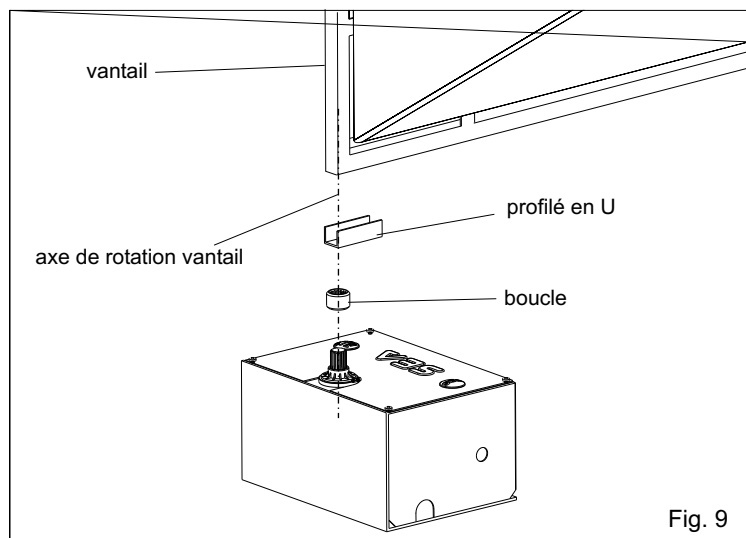

Fig. 9
**3.2.** Positionner la boucle sur le profilé en U par rapport à l'axe de rotation de la charnière du vantail (Fig. 9);